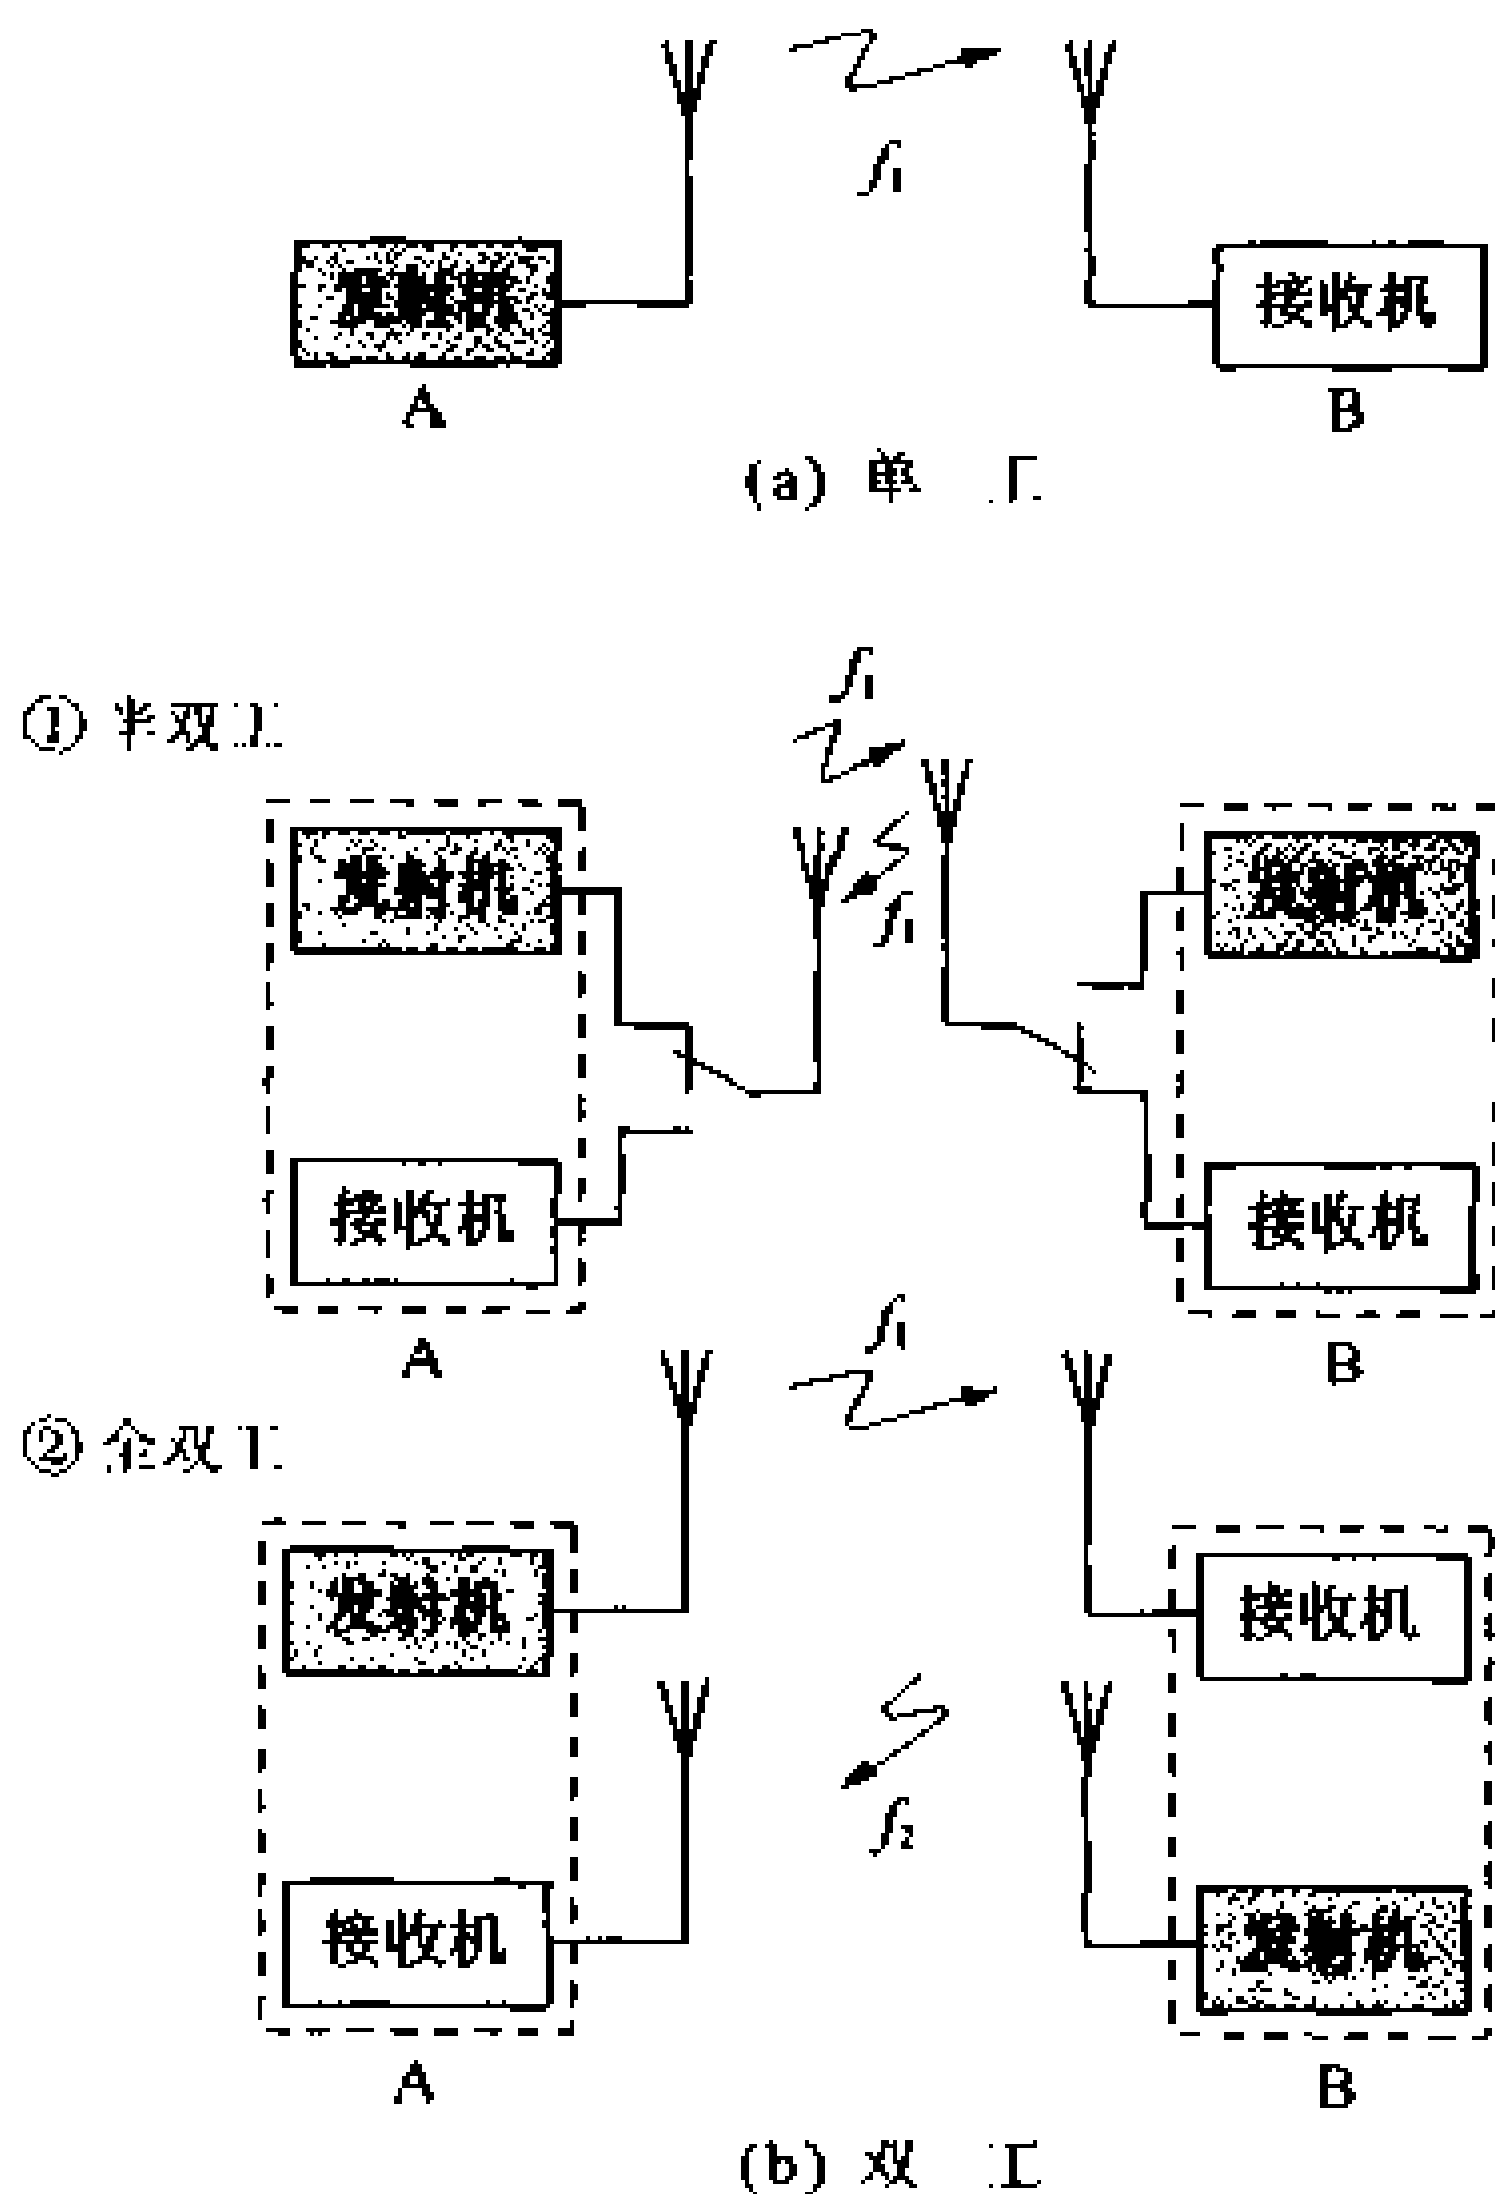

图 8.29 单工方式和双工方式
如图 8.29(a)所示,单工方式是两地之间共用同一频率且只能 A 发 B 收或者只能 B 发 A 收的通信方式,这种方式多用于测量数据传输等方面。双工方式可以进行 A、B 之间的相互通信,其中图 8.29(b)①所示的共用一个频率交互通信的方式称为半双工通信方式,图 8.29(b)②所示的用互不相同的 2 个频率同时通信的方